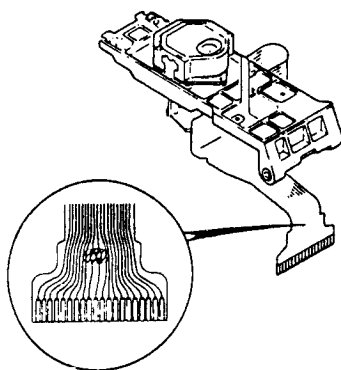

Fig. 4-1
- Before removing the pickup assembly be sure to solder -bridge where indicated in the in set (Fig.4-1) to prevent the laser diode from being electrostatically damaged. After replacing the pickup assembly, be sure to unsolder the antistatic bridge. Or else the laser diode does not function.
- ピックアップ ASSY を外すときは、レーザーダイオードの静電破壊防止のため、必ず斜線部分 (Fig. 4-1) を半田ブリッジしてから作業をしてください。また、取り付けの場合も取り付け後に半田ブリッジを外してください。半田ブリッジをしたままではレーザーダイオードは動作しません。